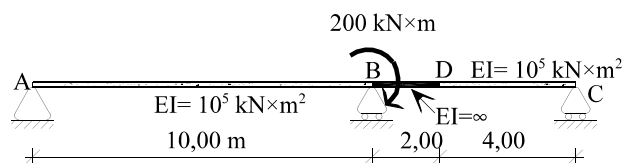

Figura 12
12) La viga continua de la figura 12 es de rigidez constante, cuyo valor EI se da en la figura, excepto en el tramo BD, cuya rigidez es infinita. Para la carga mostrada en la figura (consistente en un momento exterior aplicado en B) se pide: